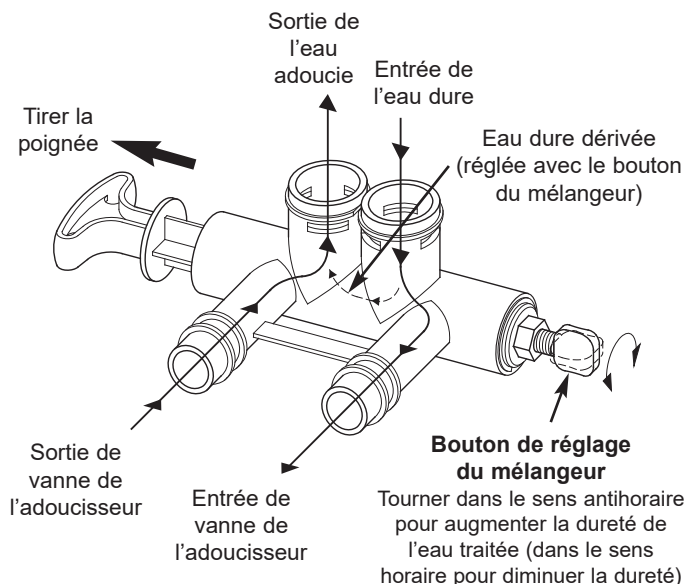

FIG. 41
Le mélangeur de dérivation fonctionne comme un vanne de dérivation classique que l'on pousse ou que l'on tire, mais il permet en plus de régler avec précision la dureté de l'eau traitée sortant de l'adoucisseur. Si vous souhaitez une eau légèrement plus dure que celle normalement produite par l'adoucisseur, le mélangeur peut dériver un peu d'eau dure avant qu'elle n'entre dans l'appareil, puis la mélanger à l'eau adoucie qui en sort. Pour régler la quantité d'eau dérivée, il suffit de tourner le bouton de réglage du mélangeur situé sur l'embout de la tige du vanne (voir Figure 41).
1. Le mélangeur étant en position de service (fonctionnement normal de l'adoucisseur), donc avec la poignée entièrement tirée (voir Figure 41), tourner le bouton de réglage dans le **sens antihoraire** pour **augmenter la dureté** de l'eau traitée, soit jusqu'à 6 tours lorsque le bouton était fermé à fond. Pendant ce réglage, tenir la poignée du mélangeur pour empêcher la tige de tourner.